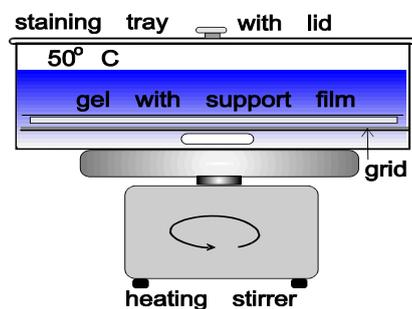

Abb. 4
- **Färben:** 45 min in 200 ml Färbelösung (Mischung aus gleichen Volumina Lösung A und Lösung B). Erwärmen der Lösung unter Rühren auf 50 °C (Abb. 4).